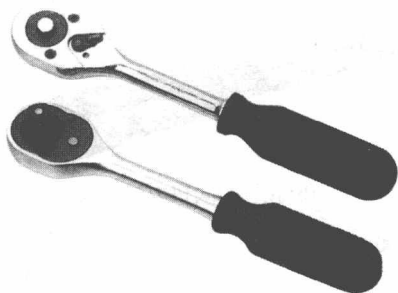
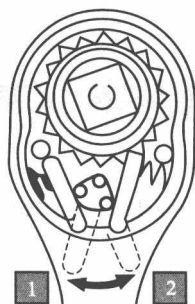

图 1-2-19 棘轮手柄
图 1-2-20 棘轮锁紧机构调整方法
(1) 认识 棘轮手柄是最常见的套筒手柄，如图 1-2-19 所示。
(2) 作用 棘轮手柄头部设计有棘轮装置，在不脱离套筒和螺栓的情况下，可实现拧紧和松开方向的调整，并能进行单方向快速转动。
(3) 使用方法 通过调整棘轮装置上的锁紧机构可改变棘轮手柄的旋转方向：将锁紧机构手柄调到左边，可以单向顺时针拧紧螺栓或螺母；将锁紧机构手柄调到右边，可以单向逆时针松开螺栓或螺母，如图 1-2-20 所示。